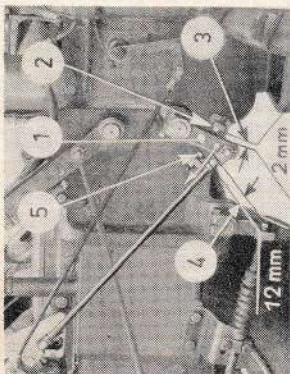

Bild 24
5.201 Die Einstellung der Kupplung (Bild 24) erfolgt auf der linken Seite des Getriebeklots. Wird der Kupplungshebel (1) leicht in den Pfeilrichtung angedrückt, dann liegt der Ausdrückring Bild 31 (20) an dem Druckring der Kupplung an.
- b) Herausnehmen der beiden hinteren Bodenbleche (1) und des Deckels (2) mit der Bodenlechstütze.
- c) Entfernen der Zwischenwelle (3) durch Lösen der Schraubenreihen (4) und (5).
- d) Lösen der Klemmschraube (6) an der Kupplungsgabel (7) und der Klemmschraube am Kupplungshebel (1) Bild 24. Durchschlagen der Welle (8) von der Hebelseite her, Kupplungsgabel wird frei.
- e) Lösen der Befestigungsschrauben (9) und Abbau der ganzen Kupplung mit Verbindungsrolle (11).